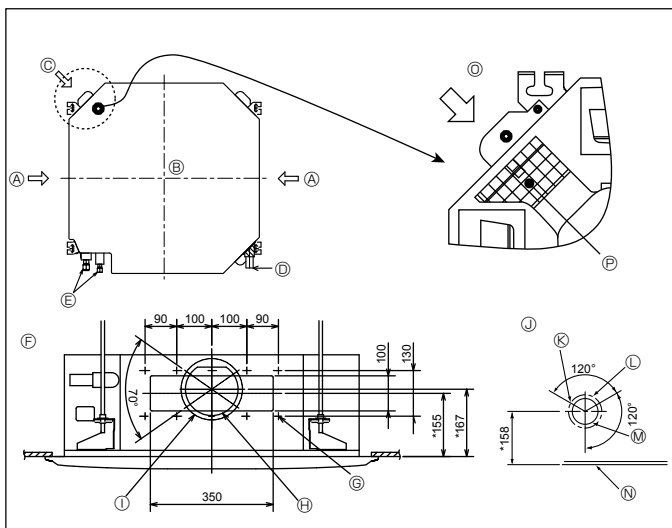

Fig. 2-3
2.3. Opleggingen voor pijpafkapping en luchtinlaat (Fig. 2-3)